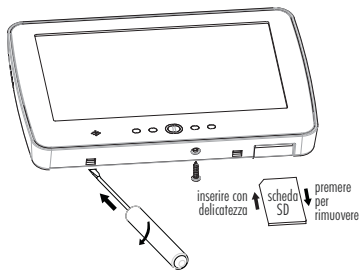

Figura 1 - Rimozione del fondo.
1. Rimuovere la scheda di memoria SD prima di aprire la tastiera (vedere la Figura 1).
**ATTENZIONE:** Fare attenzione al verso di inserimento della scheda di memoria SD nell'alloggiamento (vedere la Figura 1).